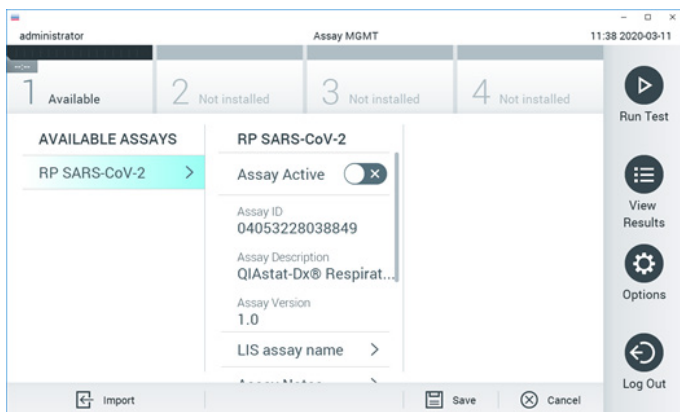

Figura 89. Tela Assay Management (Gerenciamento de ensaios).
2. Pressione o botão Options (Opções) e selecione Assay Management (Gerenciamento de ensaios). A tela Assay Management (Gerenciamento de ensaios) é exibida na área Content (Conteúdo) da tela (Figura 89).